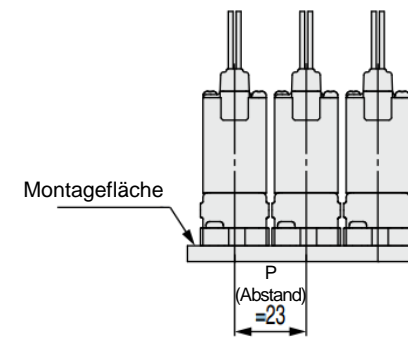

Abbildung 1
- Werden die Elektromagnetventile nebeneinander montiert, muss der Abstand P min. 23 mm betragen. (Siehe Abbildung 1) Verwendbares Modell LVMK23, 205 (Flanschversion)